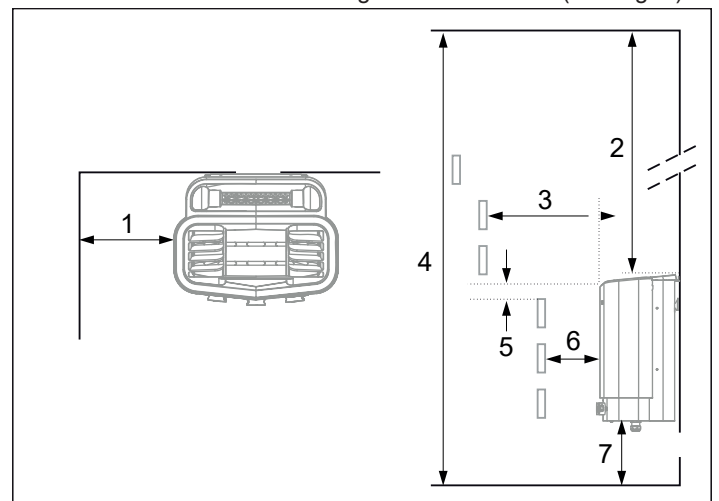

Figure 2 : Positionnement du poêle : installation normale
- Placez le poêle à une distance appropriée du sol, des cloisons latérales et des aménagements intérieurs (voir Fig. 2).